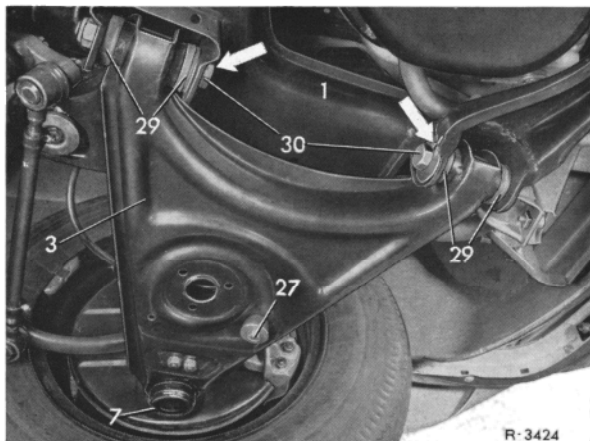

Bild 2
3 An der Lagerung des unteren Querlenkers Stellung der Exzenterbolzen (30) zum Vorderachsträger markieren (siehe Pfeile) und Sechskantmuttern lösen (Bild 2).